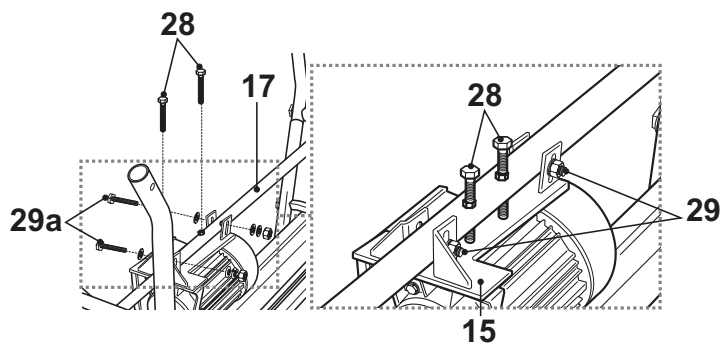

Fig. 2g
- Fixez la barre transversale [17] avec le chariot [15] et le moteur [13] à l'aide des kits de montage [29] et des boulons [28] (Fig. 2g).